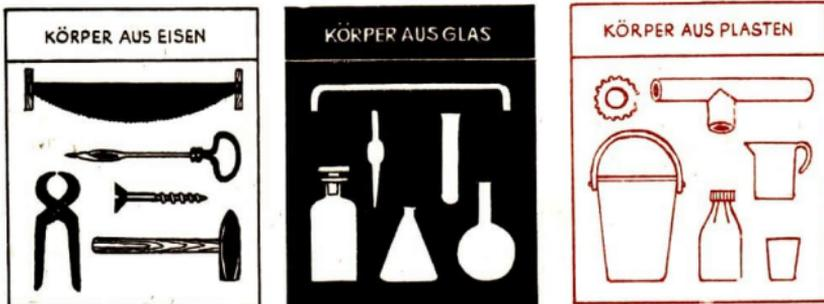

Abb. 1 Aus Stoffen werden verschieden geformte Körper hergestellt.
Körper können entweder nur aus einem Stoff bestehen oder aus mehreren Stoffen zusammengesetzt sein (Abb. 1). Kenntnisse über die Stoffe sind für unser Leben sehr wichtig. Schon im Werkunterricht lernten wir, Körper aus Stoffen herzustellen. In der Industrie werden Stoffe, wie Pappe, Holz, Plaste, Glas und Metalle zu verschiedenen geformten Körpern verarbeitet. In jedem Beruf und auch im Haushalt hat man mit Stoffen zu tun. Deshalb muß jeder gut über die Stoffe Bescheid wissen. Kenntnisse der Menschen über Körper werden von der Wissenschaft Physik erarbeitet. In der Chemie beschäftigen wir uns vor allem mit den Stoffen und ihren Eigenschaften. ① ② ③ (↗ S. 9)